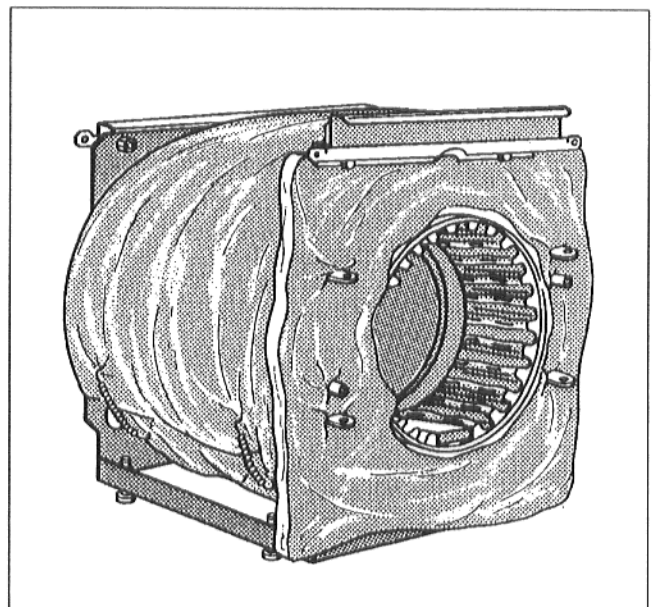

Fig. 9
- Accrocher les fentes du calorifuge de la paroi de façade dans les charnières de la porte du brûleur (Fig. 9).